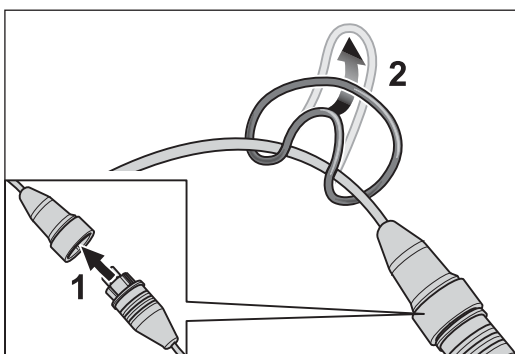

Abb. 15 Das Motorkabel mit dem Verlängerungskabel verbinden (1). Den Zugentlastungsring am Verlängerungskabel befestigen (2).
- 2 Stecken Sie den Stecker vom Motorkabel in die Kupplung des Verlängerungskabels (Abb. 15, 1).
- 3 Befestigen Sie den Zugentlastungsring am Verlängerungskabel (Abb. 15, 2).